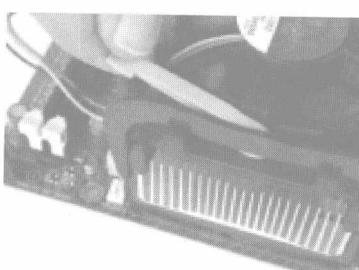

图 1.9 固定 CPU 散热器
(3) 扣具扣好后,向相反的方向扳动散热器顶部的两个固定扳手,将风扇紧紧压在CPU表面,如图1.9所示。